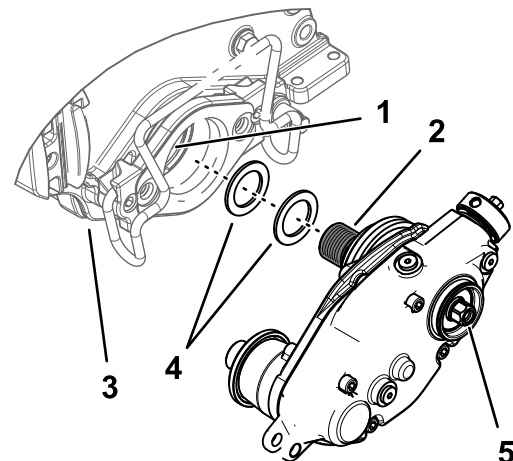

Figura 12
2. Per una scatola di trasmissione del groomer montata sul lato sinistro dell'apparato di taglio, montate le 2 rondelle di spessore sulle filettature dell'adattatore nero del cilindro (Figura 12).
4. Fissate la scatola di trasmissione del groomer sull'albero del cilindro (Figura 12).
6. Mentre il cilindro è fermato, serrate la testa esagonale dell'albero della scatola ingranaggi tra 135 e 150 N·m; fate riferimento a Figura 12.